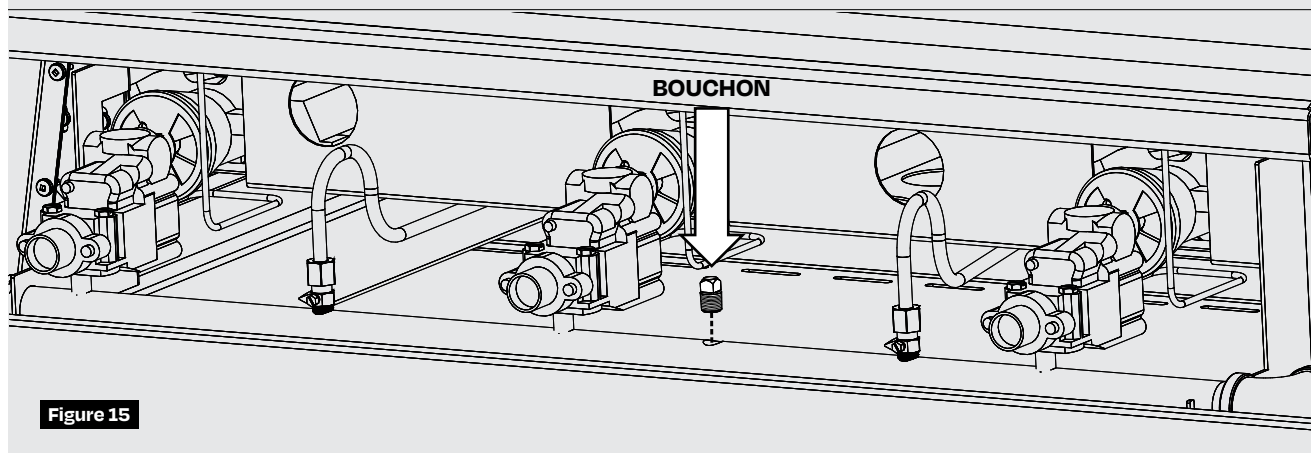

Figure 15
2. Dévisser le bouchon sur le collecteur de gaz et visser le manomètre. **(Figure 15)**